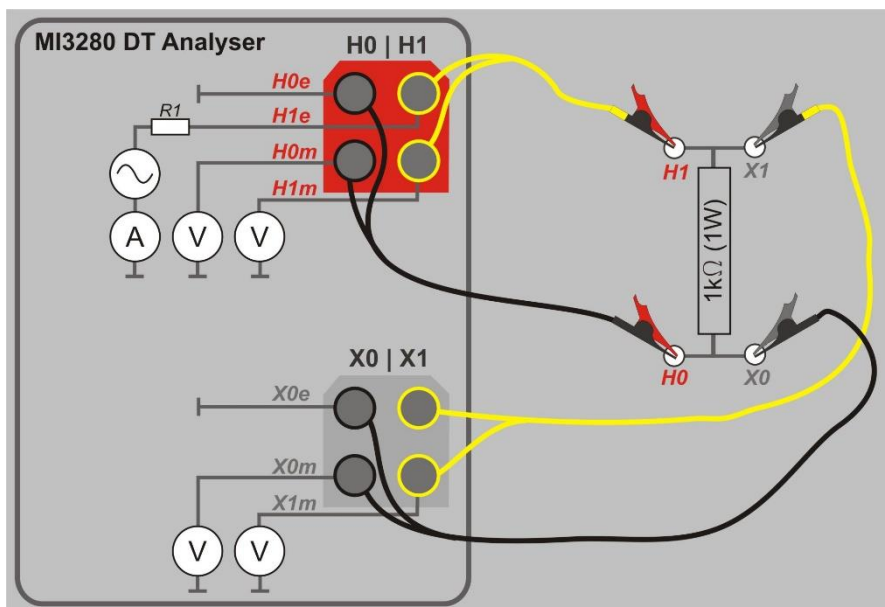

Abbildung F.1: Prüfung der Gerätegenauigkeit
Verbinden Sie H0 | H1 und X0 | X1 mit dem passenden MI 3280 DT Analyser Anschluss. Verbinden Sie den Referenzwiderstand von 1 k Ω (1 W) mit den H und X Leitungen wie in Abbildung F.1 dargestellt. Wählen Sie die Einphasen-Windungsverhältnis-Messung(r), wählen Sie als Transformator-Typ Stromwandler (CT), wählen Sie Vex 10V und starten Sie die Messung. Sie müssten r zwischen 0,9978 und 1,0022 angezeigt bekommen, wenn der MI 3280 innerhalb seiner Toleranzen arbeitet. Der Widerstand ist von entscheidender Bedeutung für die Kriterien für die Verbindung in der Vorprüfung zu erfüllen.